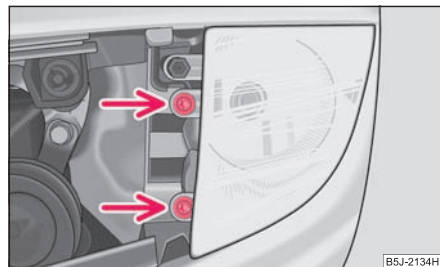

Fig. 210 Dépose de l'ampoule de l'antibrouillard
- Retirer les vis ⇒ fig. 210 et sortir le phare antibrouillard.
- Insérez les vis ⇒ fig. 210 et remettez la grille ⇒ page 220. ■